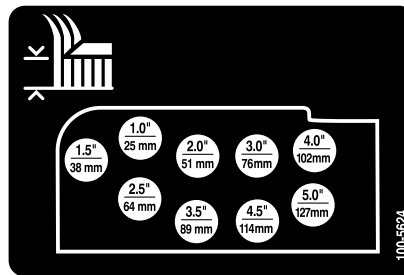

Figura 23
- Montate le catene dell'altezza di taglio nel foro dell'altezza di taglio desiderata usando il perno con testa e la coppiglia (Figura 23).